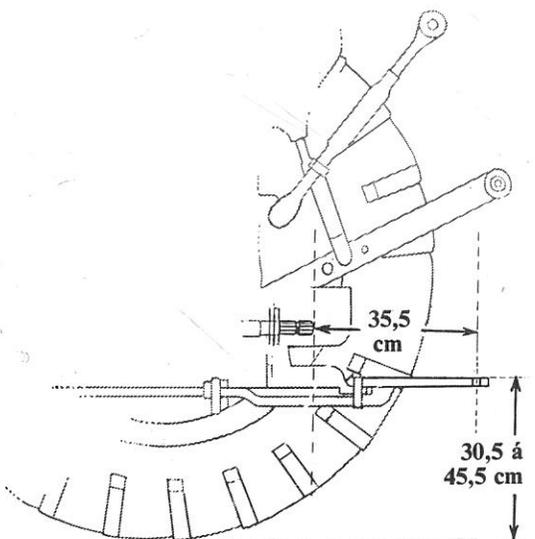

Fig. 10. Dimensions normales de la barre d'attelage et de la prise de force considérées dans les instructions pour l'attelage.
1. La Presse BL 30, commandée par prise de force, est prévue pour être attelée à un tracteur ayant une prise de force et une barre d'attelage conformés aux Spécifications de Normes britanniques et SAE américaines, comme indiqué par la Fig. 10.
2. La distance entre l'axe du point d'attache sur la barre d'attelage du tracteur et l'extrémité de l'arbre cannelé de la prise de force doit être de 35,5 cm et la hauteur de la barre d'attelage au-dessus du sol doit atteindre 30,5 à 45,5 cm, comme indiqué dans la Fig. 10. Si la prise de force et la barre d'attelage ne correspondent pas à ces dimensions normales, il conviendra de les rectifier. Il est important de constater que le point d'attache est exactement comme spécifié, faute de quoi les joints universels de l'arbre de prise de force seront soumis à des efforts exagérés, risquant de les endommager et de nuire à la qualité du travail effectué.
Il convient de noter que lorsque des Presses sont exportées avec un arbre de commande de prise de force plus long de 25,4 cm. que l'arbre standard Britannique, la distance entre l'axe du trou d'attelage de la barre du tracteur et le bout de l'arbre cannelé de la prise de force doit être de 60,9 cm. et non de 35,5 cm., comme indiqué dans la Fig. 10.